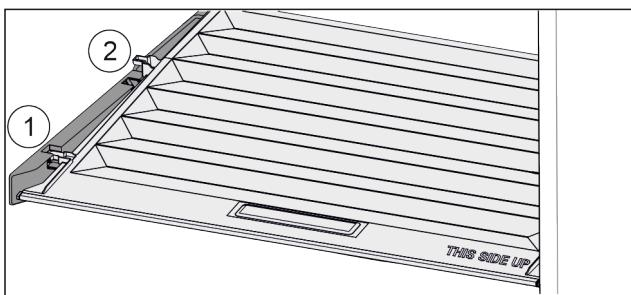

Fig. 91
- Потянуть крышку до отверстия в поддерживающих деталях вперед Fig. 91 (1).
- Поднять сзади снизу и извлечь Fig. 91 (2) движением верх.